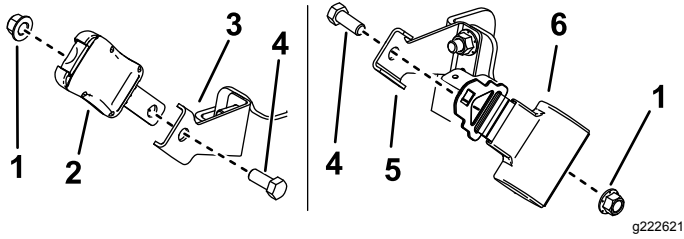

Figure 8
- Fixez la ceinture de sécurité et la boucle aux supports à l'aide de 2 boulons ($\frac{1}{2} \times 1\frac{1}{4}$ po) et 2 contre-écrous ($\frac{1}{2}$ po), comme montré à la Figure 8. Serrez les boulons de montage à 41 N·m (30 pi-lb).